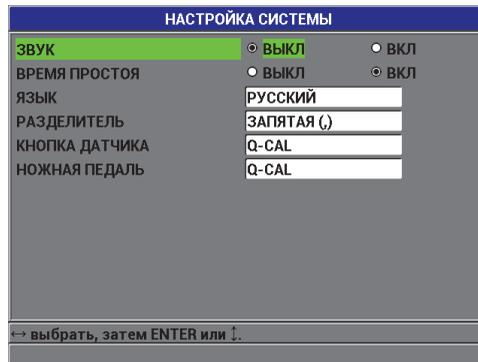

Рис. 6-2 Экран НАСТРОЙКА СИСТЕМЫ
1. На экране измерений нажмите **[SET UP]**, затем выберите **СИСТЕМА**, чтобы открыть окно **НАСТРОЙКА СИСТЕМЫ** (см. Рис. 6-2 на стр. 116).